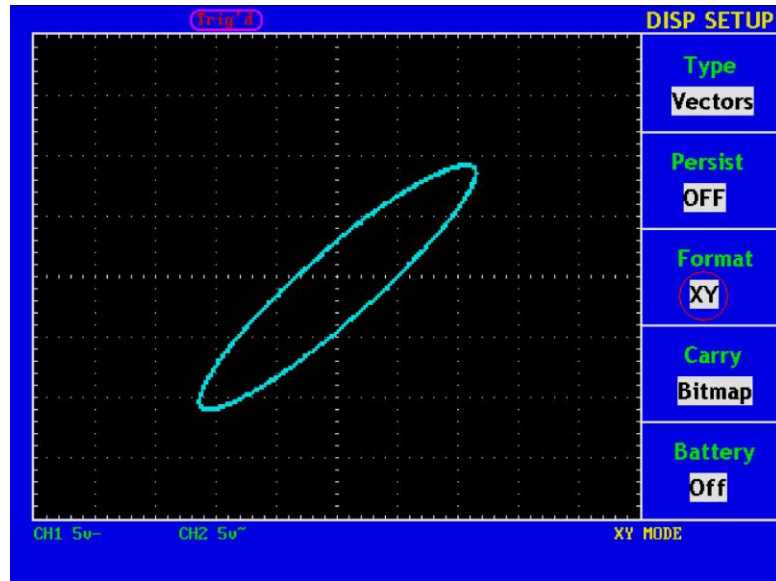

Abb. 57 Anzeigeformat XY
2. Drücken Sie die Menüauswahltaste **F3** und wählen Sie XY bei Format. Das Anzeigeformat wechselt in den XY-Modus (siehe Abb. 57).